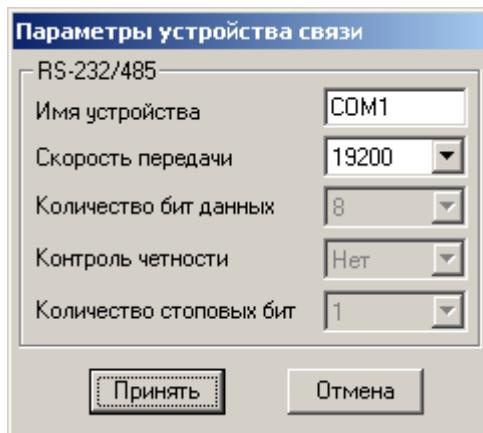

Рисунок 28.2 - Настройка устройства связи
- "Настройка устройства связи" - настройка параметров связи последовательного порта (при нажатии на кнопку вызывается окно (рисунок 28.2)).